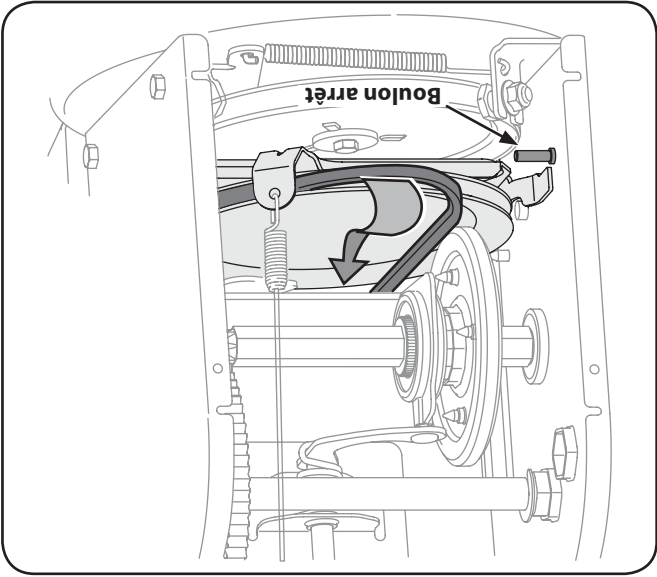

Fig. 7-7
Voir la Figure 7-7.
7. Dégagez la courroie de transmission de la poulie et de l'espace entre la roue de frottement et la plaque d'entraînement. Voir la Fig. 7-7.